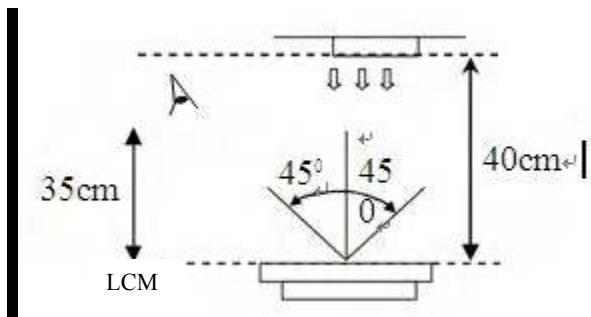

图 4)
9.1.1 通常在 $22 \pm 3^{\circ}\text{C}$, $50 \pm 10\%\text{RH}$ 的环境, 光强度 500Lux 下 (20W 日光灯, 40cm 距离左右), 检验员的眼睛与模块之间的距离为 $35\text{cm} \pm 5\text{cm}$, LCD下面用背光源来检查(见图4)